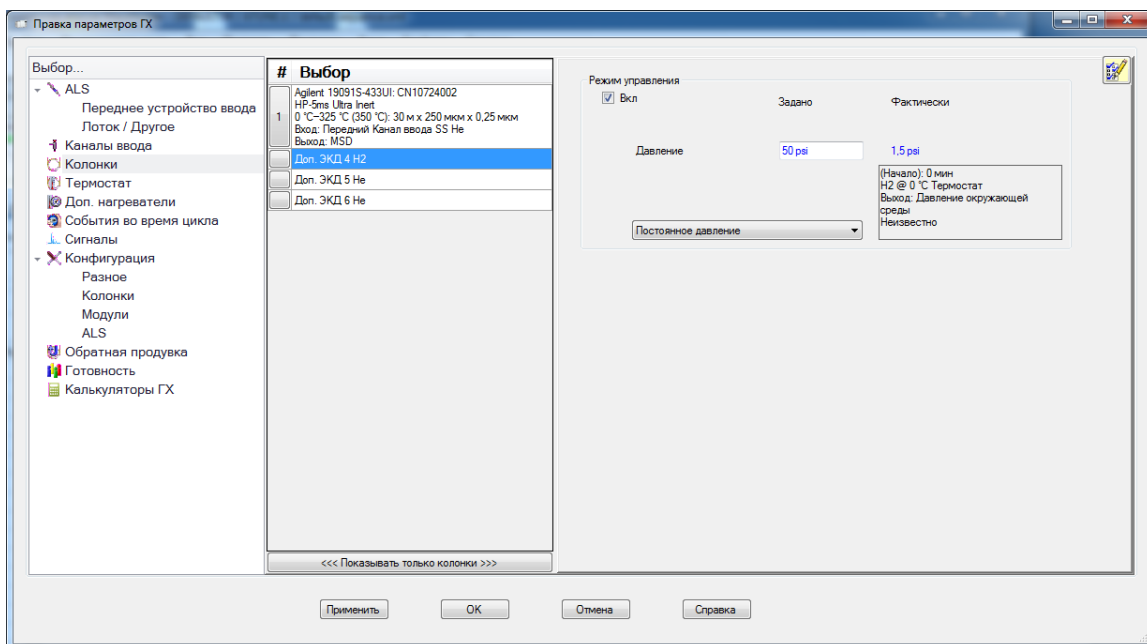

Рисунок 12 Установка расхода водорода для самоочищающегося источника ионов
- 3 В поле **Выбор** слева выберите **Доп. ЭКД 4 H2**. См. **Рисунок 12**. Включите давление и задайте значение 345 кПа (50 psi) в режиме **Постоянное давление**.